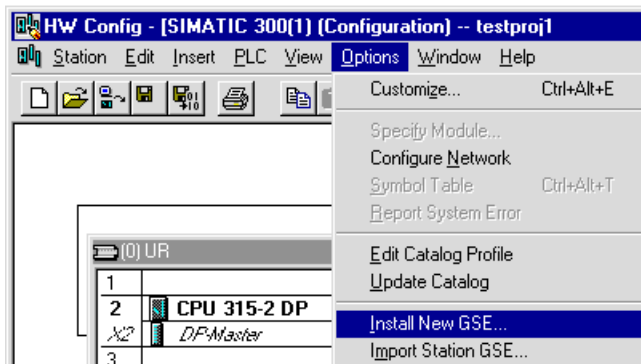

Bild 2.6 Neue GSD installieren
- Markieren Sie X2 „DP-Master“ im Baugruppenträger (siehe Bild 2.6 im Baugruppenträger „(0)UR“).